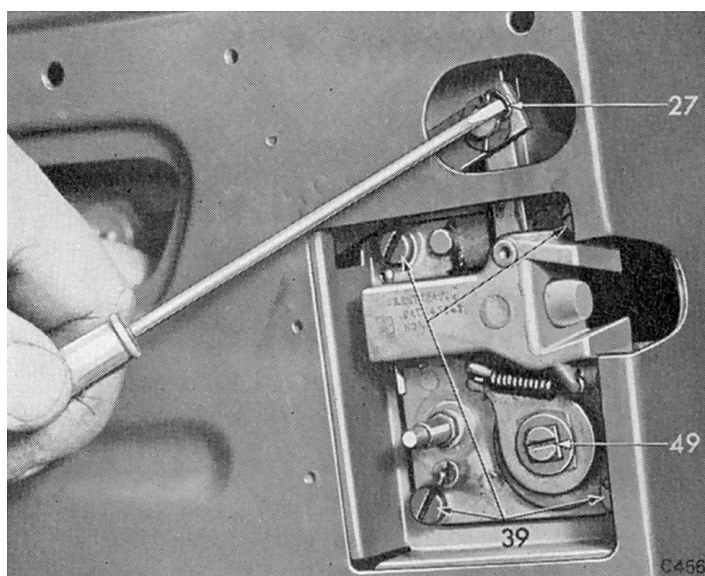

Fig. 32. Connexion de la commande à distance à la serrure
1. Dépose (Fig. 32)
- (b) Retirer les vis (39) et (49) retenant la serrure au panneau de portière.
- (b) (Portière conducteur seulement). Retirer la vis (49) (Fig. 32) du centre de l'axe.